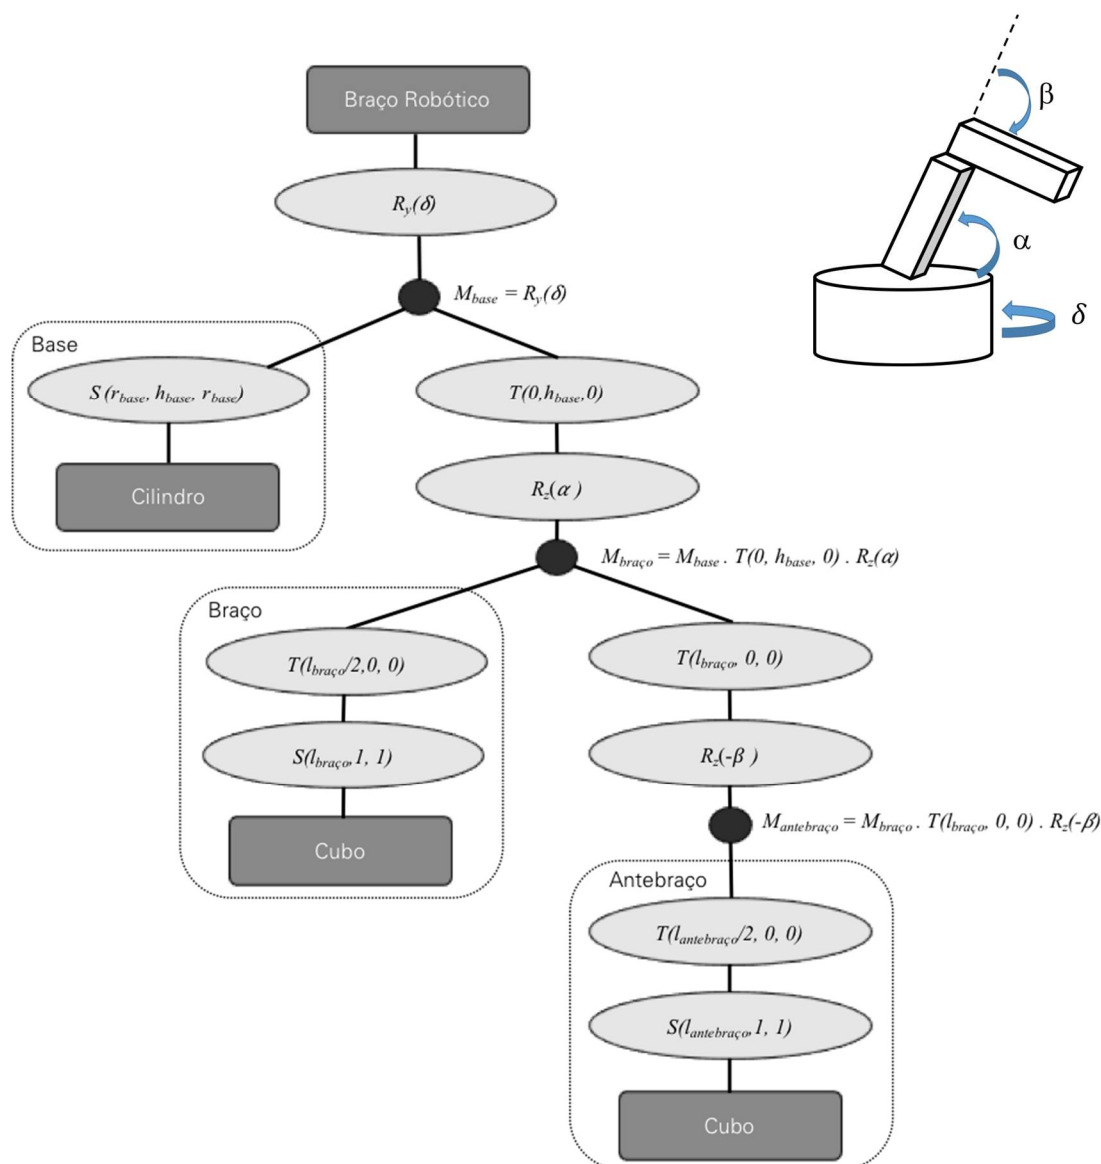

Figura B.1 - Grafo exemplificativo de um braço robótico simples ou de um pêndulo duplo (explicação proveniente do livro da cadeira).
3. **[0,50 + 0,50 valores]** Noutras folhas de “papel”, definir os grafos de cena dos objectos chave do Trabalho B e Trabalho C. Em geral, cada um destes objectos chave consiste num sistema articulado apresentando, por isso, uma hierarquia de transformações geométricas entre as peças que o compõem. Nestes desenhos devem ficar explícitas as configurações espaciais dos referenciais, quais são as primitivas geométricas, quais as transformações geométricas a aplicar com os seus parâmetros numéricos, quais os graus de liberdade bem como quais as relações de parentesco entre as peças que compõem cada um dos objectos articulados. No anexo B podem encontrar um exemplo de um grafo de cena para um objecto articulado (Figura B.1). O suporte utilizado deve apresentar-se como **folha lisa**, sem texturas ou marcações que dificultem a apreciação do desenho. Aqui, os desenhos podem realizados à mão livre ou, preferencialmente, recorrendo a ferramentas de desenho vectorial com formas idealizadas.